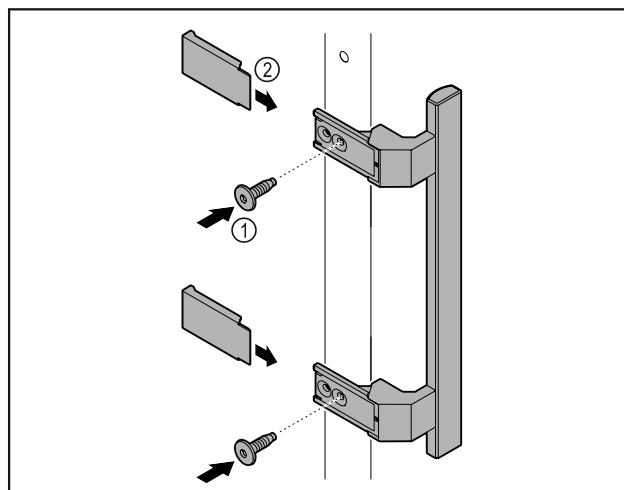

Fig. 6
- ▶ Iz paketa vzemite ročaj in ga privijte na vrata s priloženimi vijaki Fig. 6 (1).
- ▶ Namestite pokrov Fig. 6 (2).